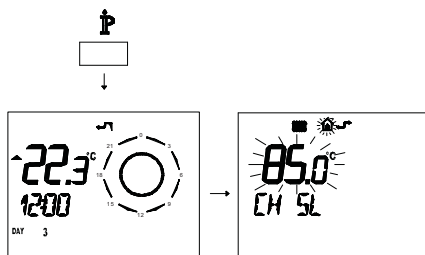

Fig. 5.49
- Apriete durante más de 3 segundos el botón **P** para entrar en la modalidad **INFO** (Fig. 5.49).